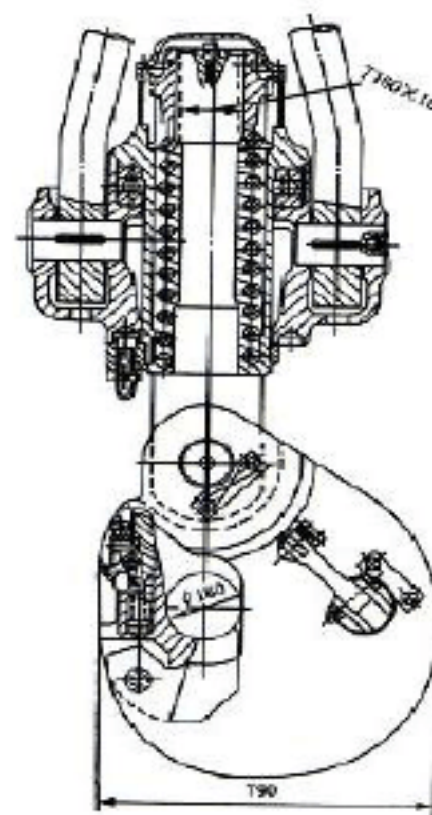

图 8-8 大钩的结构
3. 大钩。大钩的作用是悬吊井内管柱，实现起下作业。大钩有一个主钩和两个侧钩，如图 8-8 所示。主钩用于悬挂水龙头，两个侧钩用于悬挂吊环。